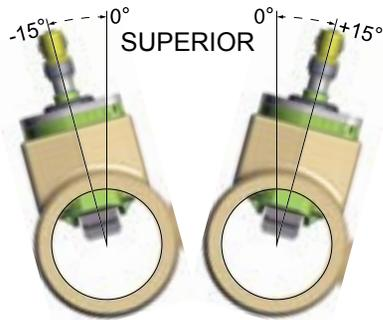

Figura 32
1. Oriente el medidor de caudal con el conector de la parte superior (Figura 32).
Importante: Instalar el distribuidor de espuma con una inclinación mayor que $\pm 15^\circ$ puede causar lecturas imprecisas (Figura 32).